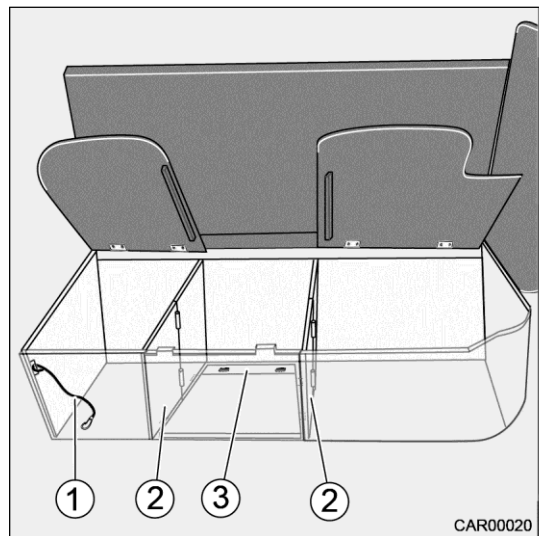

Fig. 29 Transformation du 5e siège
5. Détendre le tendeur élastique (Fig. 29/1) tout en tenant le fond pliant (Fig. 29/3) avec la main.
6. Déplier prudemment le fond pliant (Fig. 29/3), le guider vers le bas et le poser sur l'entretoise.
7. Plier les éléments latéraux (Fig. 29/2) vers le milieu. Ce faisant, introduire les rainures dans les éléments latéraux (Fig. 29/2) dans les tenons du fond pliant (Fig. 29/3).